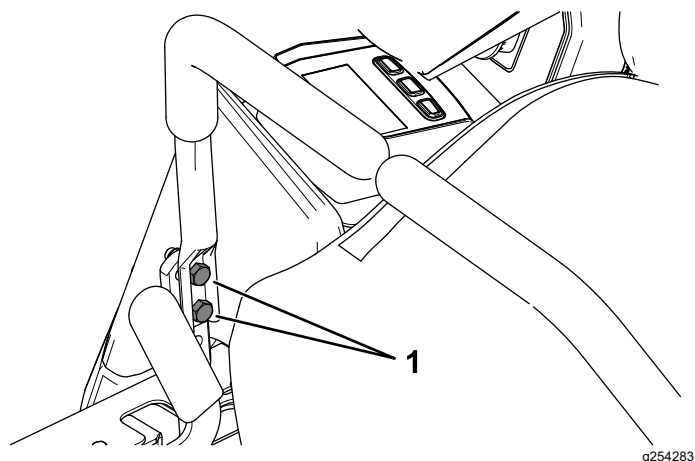

Рисунок 53
10. Якщо вирівнювання необхідне, ослабте 2 болти кріплення важеля керування рухом, розташовані на боці, який потребує вирівнювання (Рисунок 53).
12. Затягніть 2 болти кріплення важеля керування рухом (Рисунок 53).